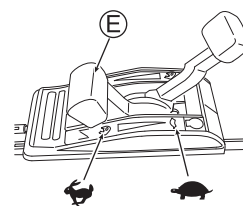

Fig. 13
- Vérifiez qu'il n'y a personne derrière vous lorsque vous tirez sur le bouton du Démarreur (V).
- Attrapez fermement le bouton du Démarreur (V) lorsque vous le tirez.
- Remettez doucement le bouton du Démarreur (V) dans sa position initiale.
5 Faites chauffer la machine avant de l'utiliser. Une fois que le moteur est chaud, commencez à tondre en plaçant la Manette des gaz (E) sur la position "☛". (Voir Fig. 13)